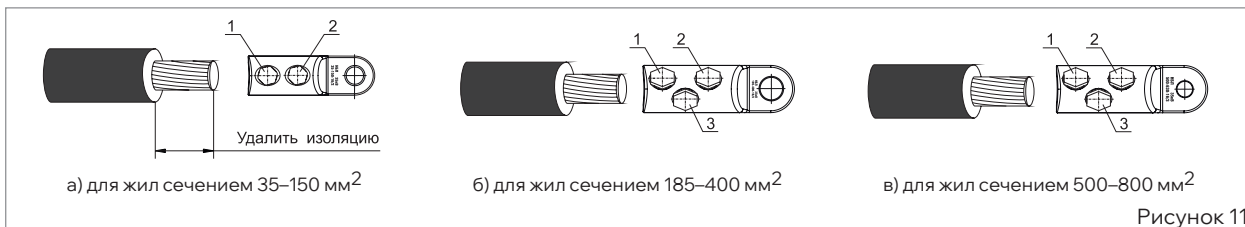

Рисунок 11
■ Надеть наконечники на зачищенные концы жил. При использовании наконечников со срывными болтами плавно, без рывков, затянуть болты до срыва головок в последовательности, определенной на рис. 11а и 11б,